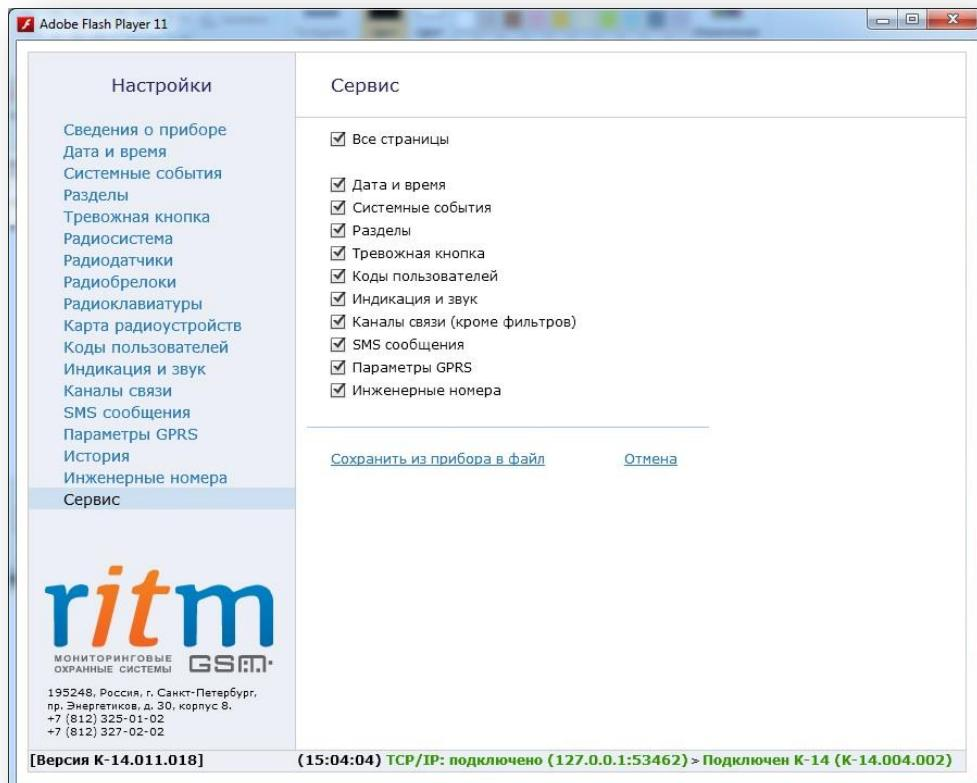

Рисунок 46. Сохранение настроек в файл
**«Сохранить настройки в файл»** - настройки панели сохраняются в файле для использования при работе с другими панелями или для восстановления (см. рис. 46).